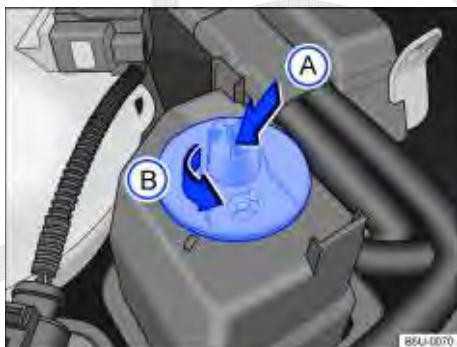

Fig. 115 No compartimento do motor: reservatório do fluido da direção hidráulica.
- Com o auxílio de uma chave de fenda ⇒ Fig. 115 (A) (seta), girar a tampa do reservatório ⇒ Fig. 115 (B) no sentido da seta.
- Com o auxílio de uma chave de fenda ⇒ Fig. 115 Ⓐ (seta), girar a tampa do reservatório ⇒ Fig. 115 Ⓑ no sentido da seta.